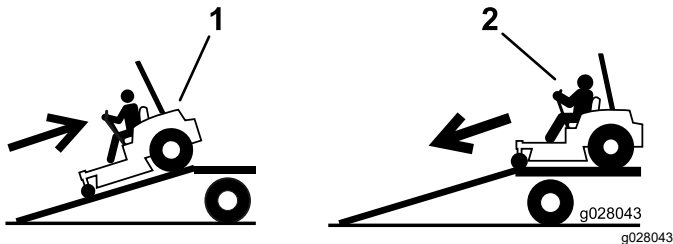

Figure 34
4. Montez la rampe en marche arrière (Figure 34).
2. Descendez la rampe en marche avant (Figure 34).